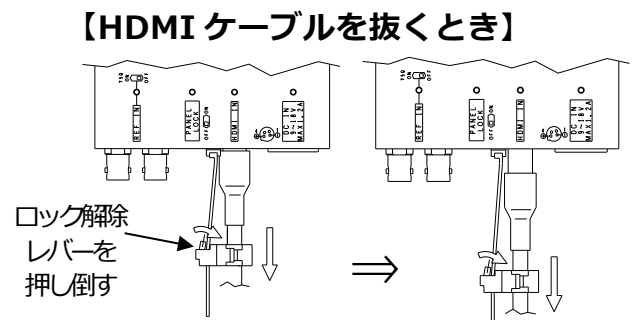

図4-4
- 5) HDMI ケーブルを抜くときは、ケーブルクリップのロック解除レバーを押し倒しながらケーブルを引き抜きます。(図 4-4)